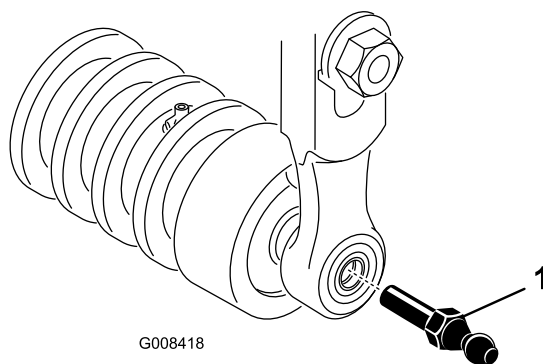

Figure 10
3. Visez une rotule à chaque extrémité du rouleau avant du plateau de coupe (Figure 10).